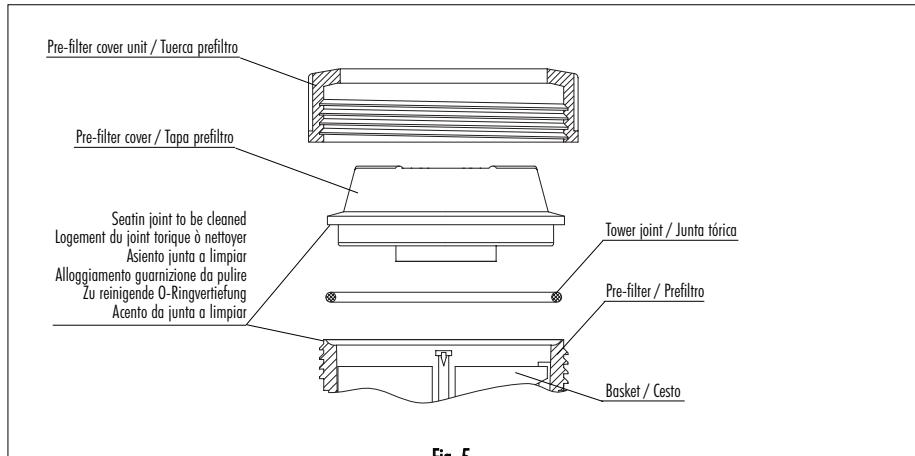

Fig. 5
1. Desmontar a tampa do pré-filtro desenroscando a porca de fixação (Fig. 5).
- Colocar a tampa do pré-filtro e enroscar para fechar sem esquecer de colocar a junta na respectiva posição (Fig.5).
- Sempre que o pré-filtro for aberto, limpar as impurezas do assento da junta e da própria junta, para garantir a estanqueicidade no fecho da tampa (Fig. 5).